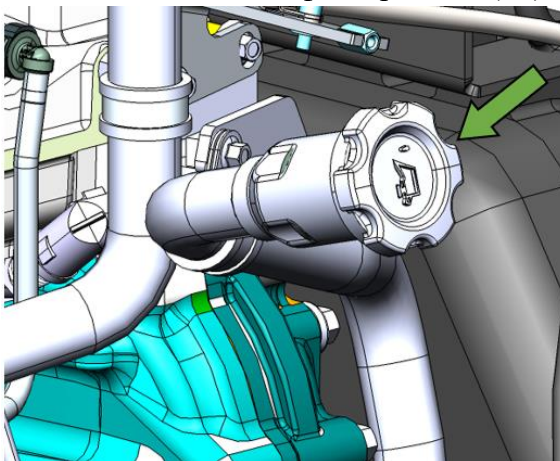

Рисунок 5.47. Крышка маслоналивной горловины
- ▶ Снять крышку с маслоналивной горловины, см. рис. 5.47.
- ▶ Очистить крышку маслоналивной горловины от пыли, грязи и отложений и установить на место, см. рис. 5.47.